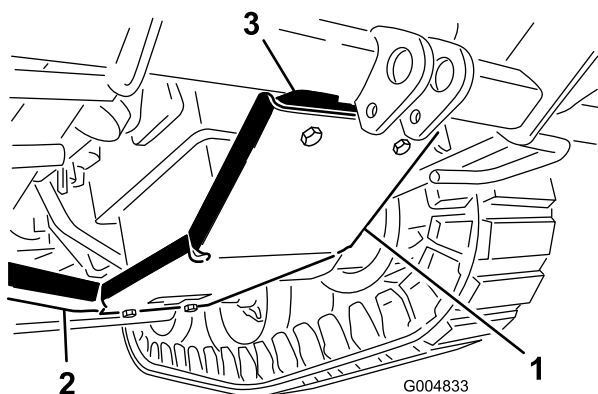

Figura 31
2. Monte la chapa de protección (Figura 31) en el bastidor debajo del motor, como se indica a continuación:
- A. Monte el extremo delantero de la chapa de protección a la placa de montaje con 2 pernos con arandela prensada (3/8 x 1-3/4 pulgada) y tuercas con arandela prensada (3/8 pulgada) (Figura 31).
- B. Monte el extremo trasero de la chapa de protección en el travesaño del bastidor con 2 pernos (3/8 x 1 pulgada) y tuercas con arandela prensada (3/8 pulgada) (Figura 31). Instale los pernos traseros desde arriba.